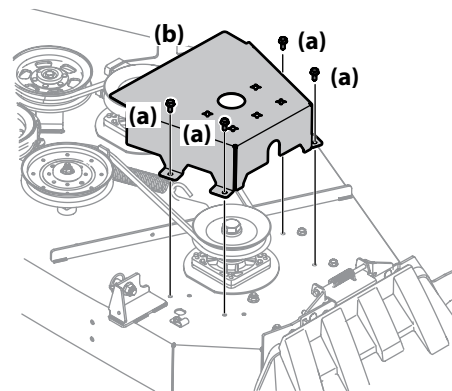

Figura 4-14
2. Retire los tornillos de cabeza hexagonal con arandela (a) que sujetan las cubiertas de las correas (b) a la plataforma. Vea la Figura 4-14.
3. Extraiga las dos poleas locas (a y b), para lo cual debe retirar los tornillos de cabeza hexagonal (c) y las tuercas de seguridad con brida (d) que las sujetan a la plataforma y el brazo de polea loca (e). Vea la Figura 4-14. No pierda ningún elemento de ferretería (tapas de polea) (f), arandelas, protecciones de la polea (g) (si están equipadas) al sacar el tornillo de cabeza hexagonal (c) y la tuerca de seguridad con brida (d).
5. Instale la nueva correa alrededor de las poleas del husillo tal como se muestra y reinstale las cubiertas de las correas (b). Vea la Figura 4-14.